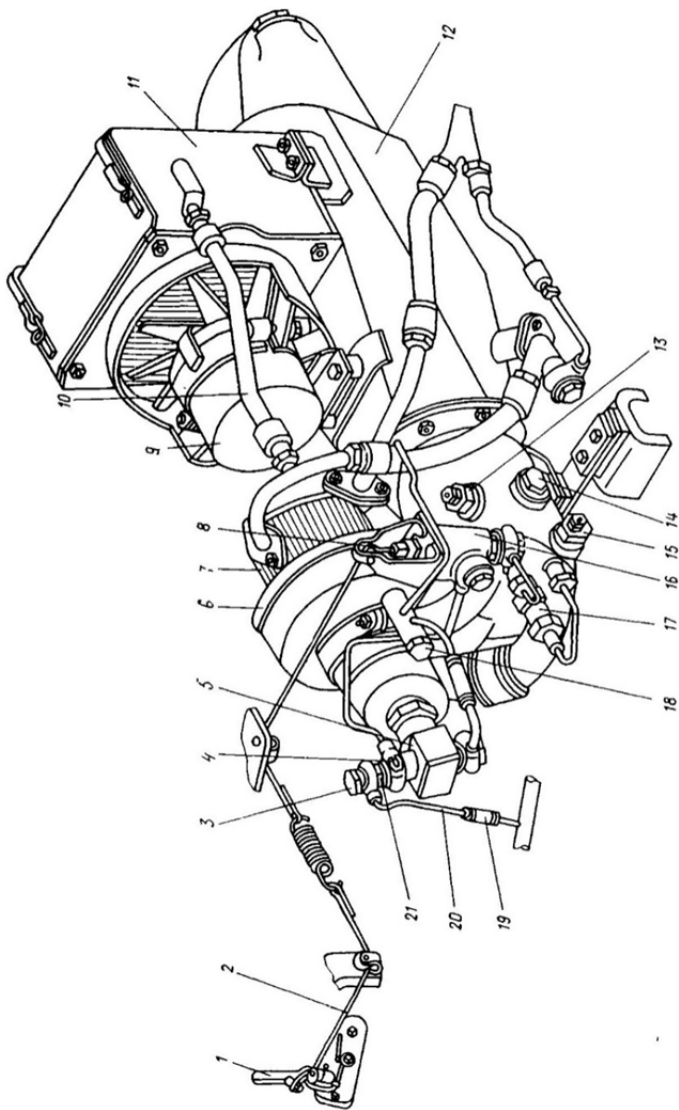

Рис. 5.7. Подогреватель.
Если при включении/выключении насоса подогревателя уровень охлаждающей жидкости в заправочных горловинах не изменяется, необходимо проверить отсутствие засорения и перемораживания подводящих трубопроводов, обратив особое внимание на шланг 10 (рис. 5.7) выпуска воздуха от водопомпы подогревателя к калориферу.
- открыть топливный кран подогревателя, повернув рычаг 1 (см. рис. 5.7) привода в сторону носа танка до упора;
Промывать форсунку 17 (см. рис. 5.7) и перепускной клапан 21 необходимо в случае отказа их в работе. Засорение форсунки или перепускного клапана приводит к прекращению работы подогревателя или ненормальной его работе, признаками которой являются появление белого дыма или топлива из выпускного патрубка, а также увеличение времени разогрева охлаждающей жидкости.